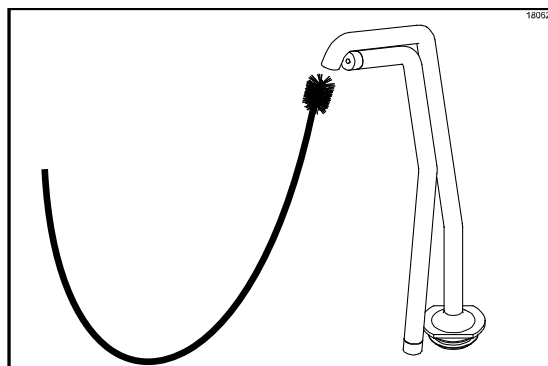

Figure 81
2. Insérer la brosse noire gainée dans l'extrémité du tube d'évacuation. Déplacer la brosse d'avant en arrière pour frotter l'extrémité du tube d'évacuation (Cf. Figure 81).